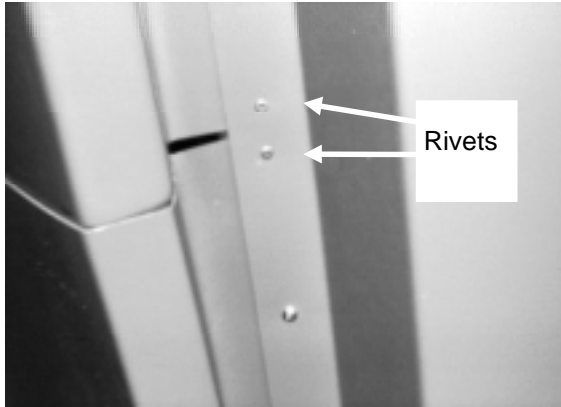

FIGURE 35
33. Percer quatre trous de 1/8" de diamètre à travers les deux panneaux de plastique ainsi qu'à travers la structure d'aluminium du véhicule. Installer quatre (4) rivets (Prévost #50-4263) comme démontré à la Figure 35 (2 rivets chaque côté).